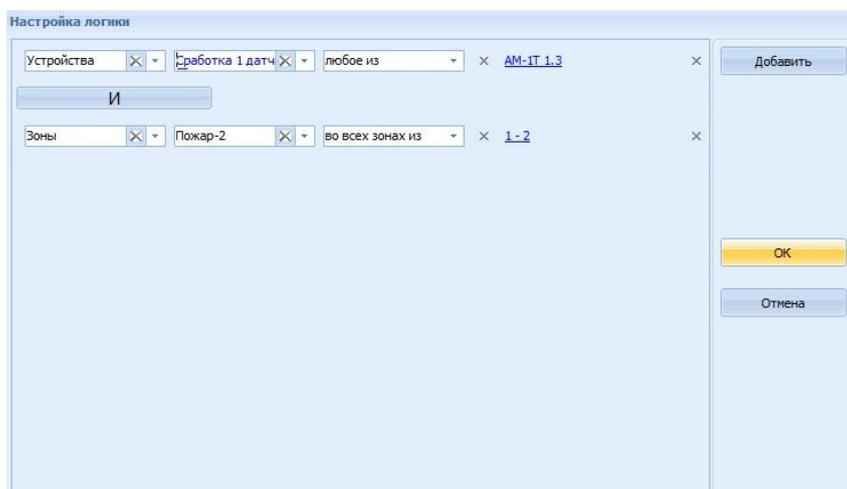

Рис. 21 Окно **Настройка логики** сценария №1
- 1) Сценарий №1 «**1 Скобка**», который будет включать виртуальное состояние **Скобка 1**, при сработке адресной технологической метки АМ-1Т (1.3) и состоянии *Пожар 2* в зонах 1 и 2. Логика добавленного сценария настроим следующим образом (Рис. 21):
Рис. 21а Вкладка **Сценарии**, добавили сценарий «**1 Скобка**»